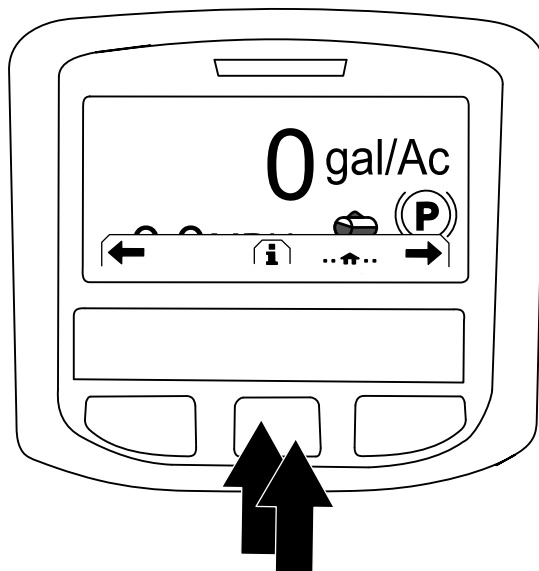

Рисунок 224
2. На главном экране (Home) нажмите среднюю кнопку на инфо-центре, чтобы перейти к странице навигации (Рисунок 224).
3. Нажмите среднюю кнопку на инфо-центре, чтобы перейти к главному меню (Main Menu) (Рисунок 224).